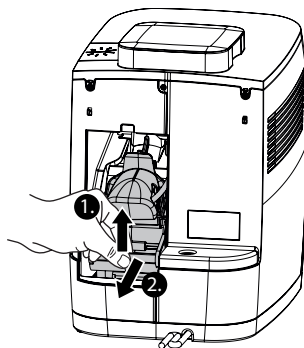

Fig. 15: Retirer l'unité de préparation
4. Tirez le levier rouge de l'unité de préparation vers le haut et retirez l'unité de préparation en la tirant en biais vers le bas hors de la machine (Fig. 15).